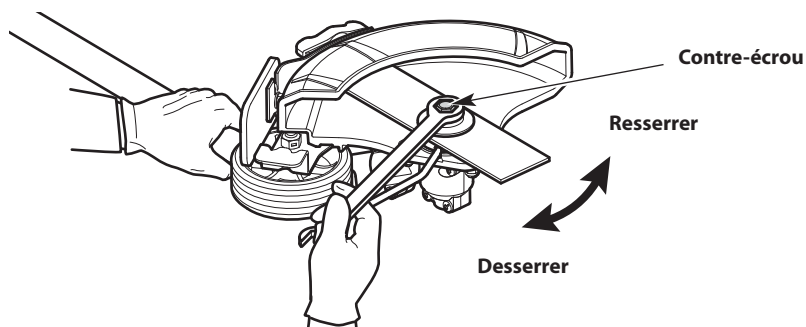

Fig. 18
- Tout en maintenant la tige de verrouillage, desserrez le contre-écrou en le tournant dans le **sens des aiguilles d'une montre** avec une clé 13 mm (Fig. 18).